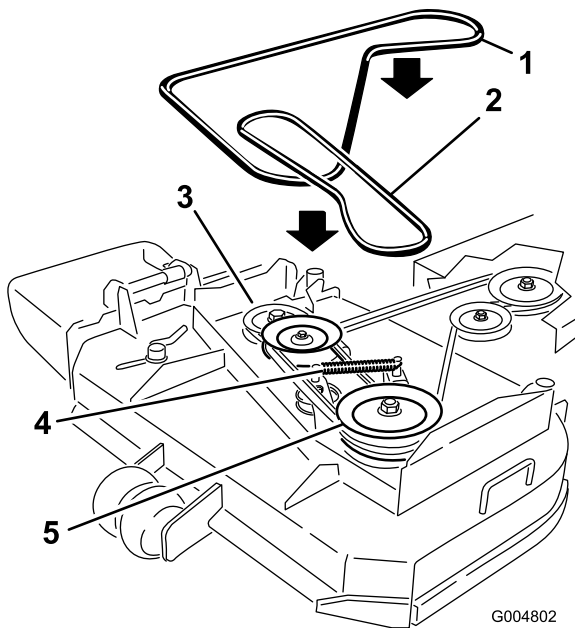

Bild 39
6. Haken Sie die Spannscheibenarmfeder aus, um die Feder am Spannscheibenarm und der Spannscheibe zu entspannen. Entfernen Sie dann den abgenutzten Mähwerkriemen (Bild 39).
7. Legen Sie den neuen Mähwerkriemen um die zwei äußeren Spindelriemenscheiben, die Spannscheibe und in die untere Rille der Doppelspindel-Riemenscheibe (Bild 39).
8. Befestigen Sie die Feder des Spannscheibenarms (Bild 39).
10. Stellen Sie die Riemenführung auf einen Abstand von 3 mm zum Riemen ein (Bild 39).